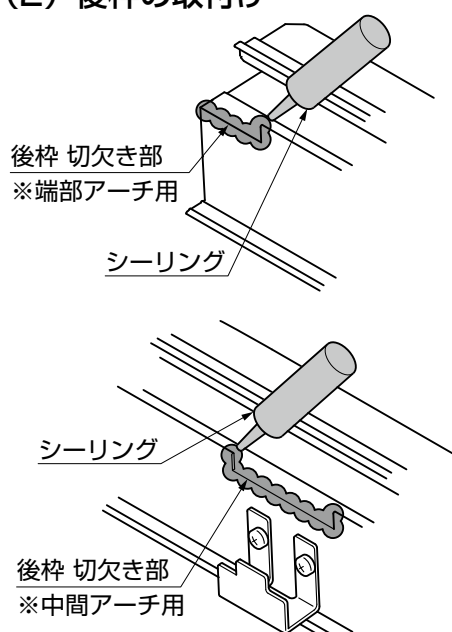

図4-11 シーリング箇所
①後枠の切欠き部に、シーリングをしてください。(図4-11参照)